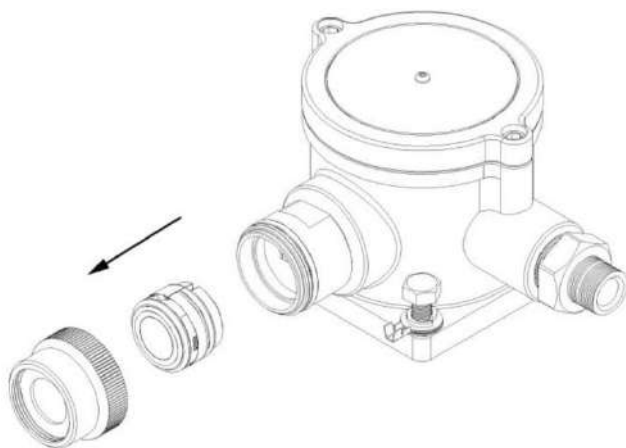

Рис. 11
- II Снимите старый датчик согласно рис. 11.